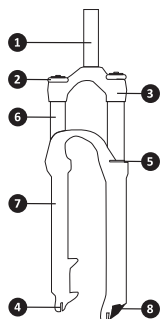

Рис. 27: Конструкция велосипедной амортизационной вилки
- 3 | Осторожно сойдите с велосипеда без раскачки или дополнительного сжатия подвески. Замерьте расстояние между хомутом и пыльником — это и будет усадка. Для уменьшения величины усадки необходимо увеличить предварительную нагрузку поворотом регулятора (рис. 27, поз. 2) по часовой стрелке (для воздушных илок — увеличением давления в воздушной камере), а для увеличения — поворотом против часовой стрелки (для воздушных вилок — снижением давления).